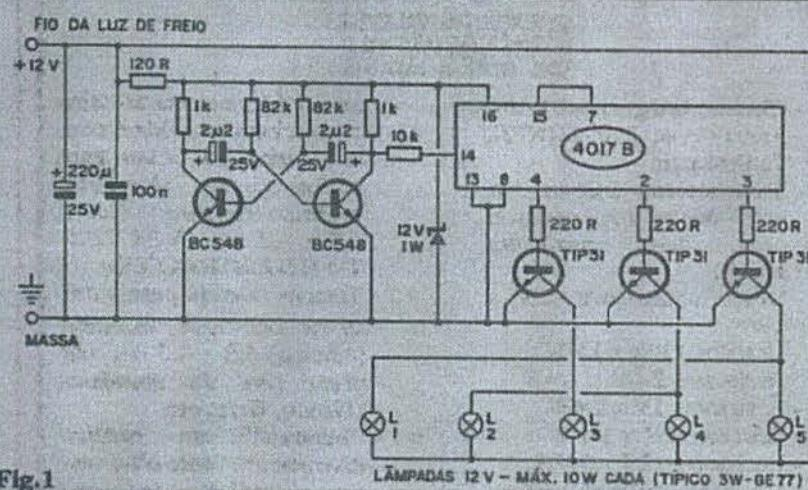

Fig. 1
- FIG. 1 - O CIRCUITO - O diagrama esquemático da parte eletrônica da LUFSMA mostra que um bom aproveitamento das potencialidades de componentes eletrônicos comuns e baratos, pode resultar num efetivo conjunto, sem grandes complicações...! No "coração" lógico do sistema, temos um conhecido Integrado C.MOS 4017 (contador de déca- da) controlando através das suas três primeiras saídas sequenciais (respectivamente pinos 3-2-4...) uma trinca de transistores de Potência, TIP31 (via resistores de base no valor de 220R). As cinco lâmpadas (cada uma funcionando nominalmente em 12 VCC, sob uma Potência máxima de 10W - com 3W sendo um parâmetro nominal bastante aceitável...) estão arranjadas fisicamente em linha, porém eletricamente ligadas de modo que, o coletor do primeiro TIP31 controla as de nº 1 e 5, segundo TIP31 aciona as de nº 2 e 4, finalmente o terceiro transistor